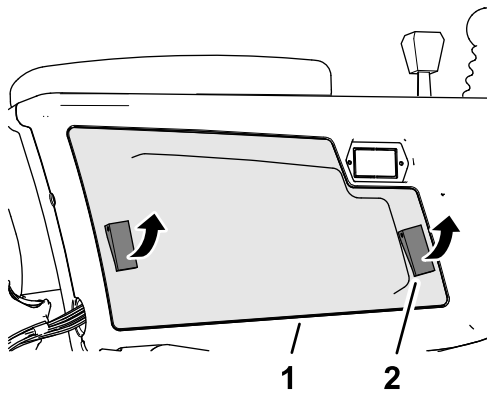

Figura 97
2. Abra los 2 enganches que sujetan la cubierta del brazo de control al brazo de control, y retire la cubierta (Figura 97).